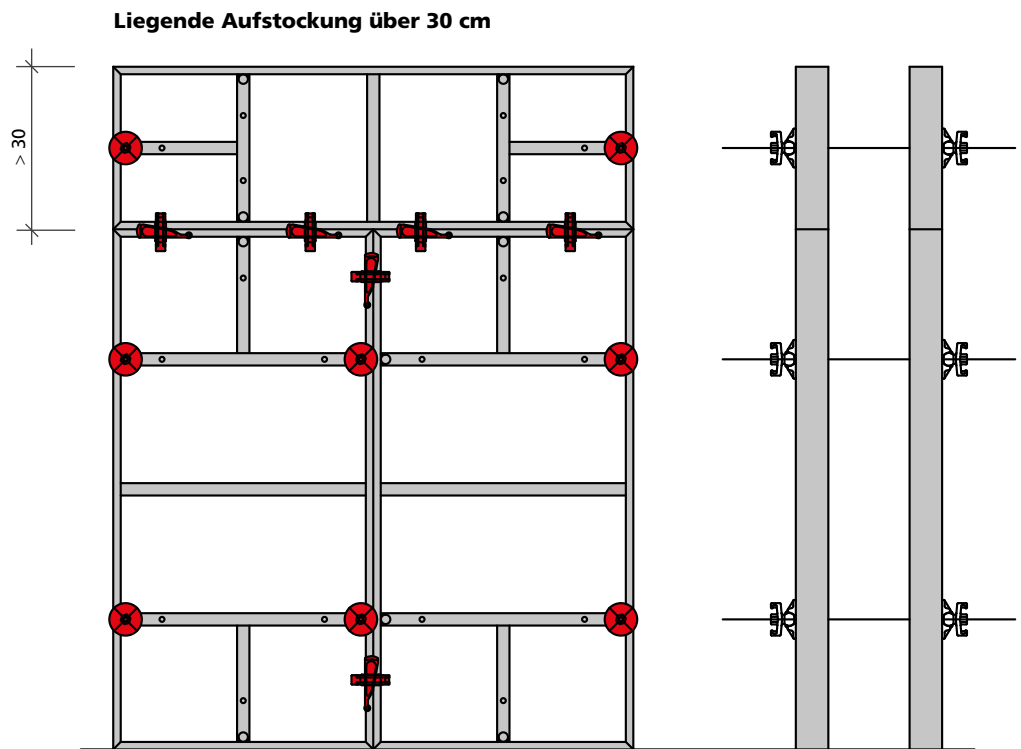

Abb. 32.1
■ Ist die Elementbreite der Aufstockung größer als 30 cm, dann werden die dargestellten Ankerstellen (Ausnahme: Elementhöhe 300 cm) ausgebildet (Abb. 32.1).